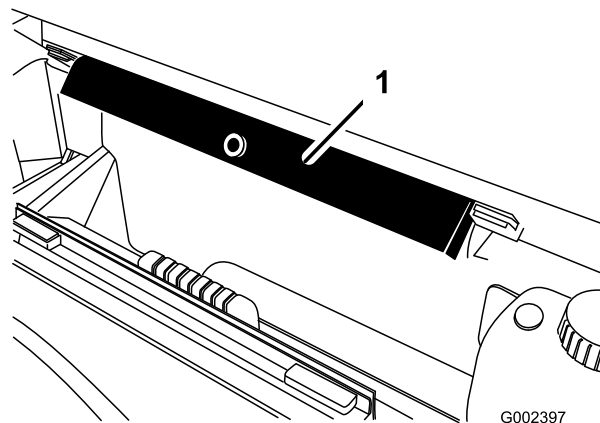

図 11
8. ROPS パネルの後ろについている保管用ブラケットから荷台サポート安全サポートを取り外す 図 11。